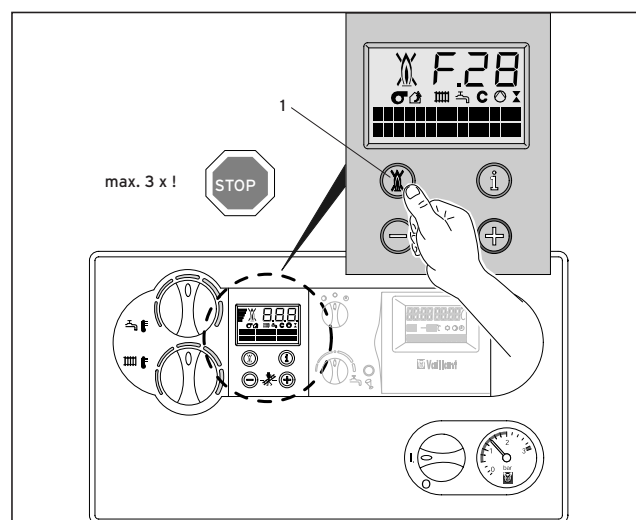

Fig. 3.10 Sblocco
- In questo caso premere il pulsante di sblocco (1) e tenerlo premuto per ca. 1 sec. (fig. 3.10).